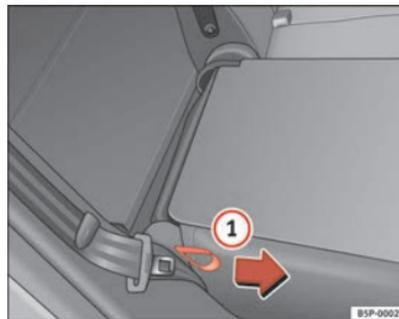

Abb. 98 Umklappen bzw. Aufrechtstellen der Rücksitzlehne
- Ziehen Sie an der Schlaufe auf der Seite des Sitzes → Abb. 98 .